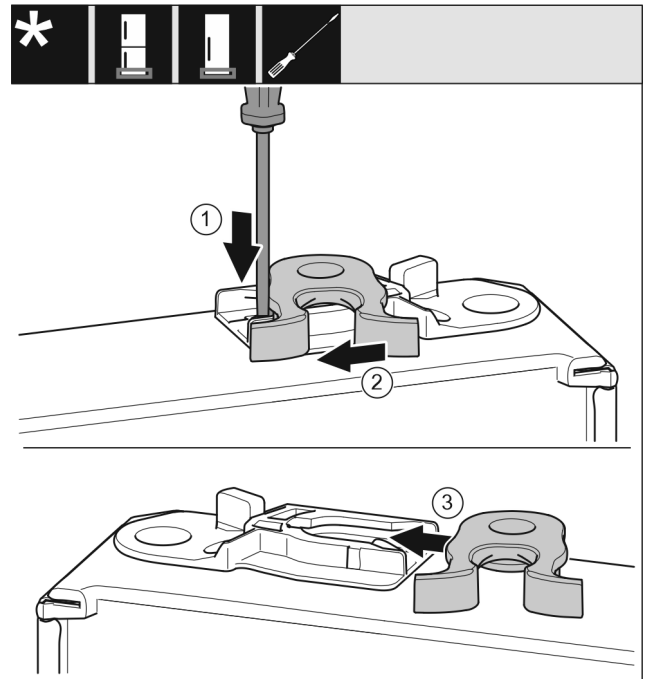

Fig. 40 *
- ▶ Strip Fig. 40 (1) met een platte schroevendraaier omlaag drukken.*
- ▶ Sluithaak Fig. 40 (2) uit de geleiding trekken.*
- ▶ Sluithaak Fig. 40 (3) aan andere zijde in geleiding schuiven.*